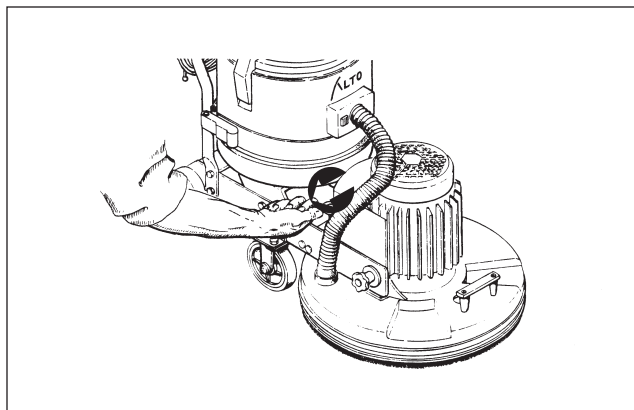

Figura 16
3. Allentare la testa fino ad allontanare il piedino in gomma dalla struttura. Vedere la Figura 16. Serrare fino a portare a contatto il piedino in gomma con la struttura principale. Dopo la regolazione iniziale, è possibile impostare l'altezza di lavoro in base al tipo di sabbatura da effettuare.